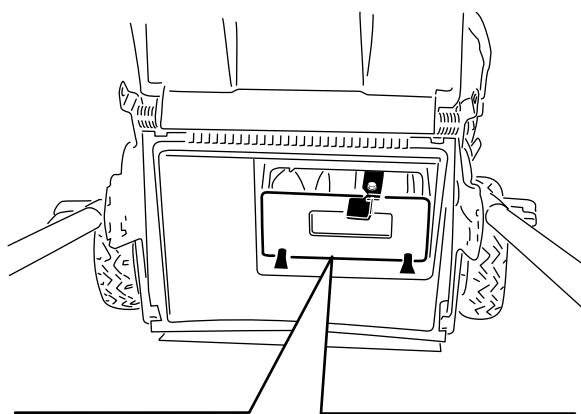

Figure 25
**Remarque:** Pour déverrouiller l'obturateur, tournez le levier situé dessus vers la droite (Figure 25).
**Important:** Vérifiez que l'obturateur de l'éjecteur arrière est bien verrouillé en place. Pour enlever l'obturateur : relevez le déflecteur d'éjection arrière (Figure 26), appuyez fermement sur l'obturateur jusqu'à ce qu'il s'enclenche en position derrière les pattes, et tournez le levier situé sur l'obturateur vers la gauche (Figure 25).